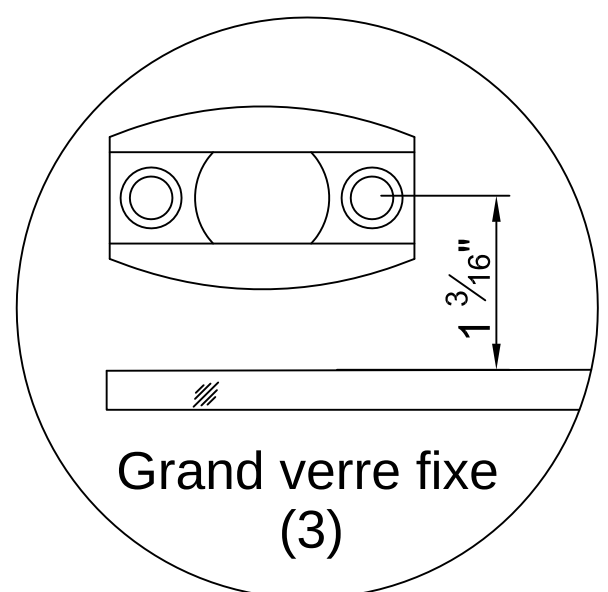

Fig.17
17. Positionnez le séparateur de rail de porte coulissante (8) comme à la figure 17 et marquez les 2 emplacements de trous sur la base de douche.
Remarque : à la figure 17, les trous de fixation du séparateur doivent être à 1 3/16 po du bord du grand verre fixe (3). Voir la figure 17.
Voir la figure 17.